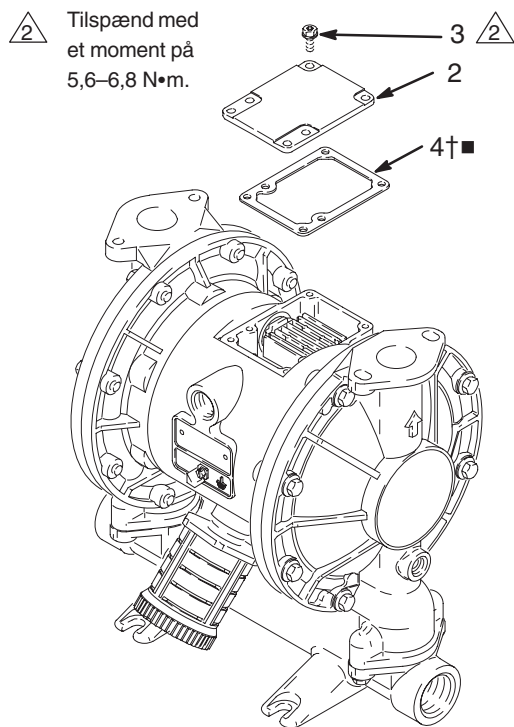

Fig. 8
2. Med en Torx-skruestrækker (T20) eller 7 mm topnøgle fjernes de seks skruer (3), luftventildækslet (2) og pakningen (4). Se Fig. 8.
10. Indpas ventilpakningen (4†■) og dækslet (2) efter de seks huller i midterhuset (1). Spænd de seks skruer (3) med en Torx-skruestrækker (T20) eller en 7 mm topnøgle. Tilspænd med et moment på 5,6–6,8 N•m. Se Fig. 8.